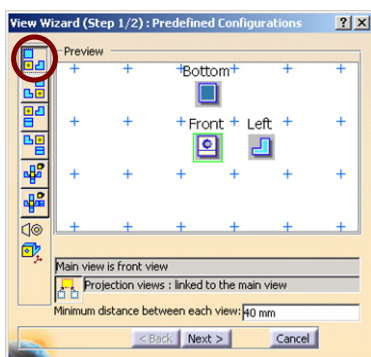

图 6-505
- » 步骤 05 进入“View Wizard (Step 1/2): Predefined Configurations”创建视图向导对话框，可添加不同标准的视图。在此选择第一种，如图 6-505 所示。